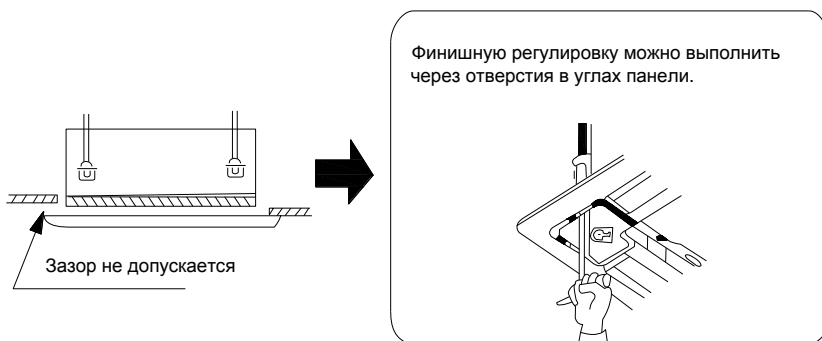

Рис. 4.34
- (3). Устранение зазора между потолком и декоративной панелью после затяжки винтов регулировки высоты внутреннего блока. (Рис. 4.34)